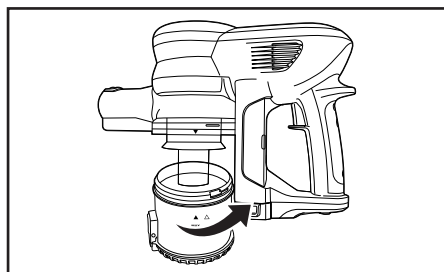

Fig. 3
1. Gire el depósito de polvo hacia la izquierda para alinear las flechas y extraerlo de la aspiradora (fig. 3).